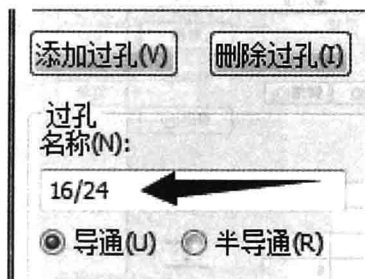
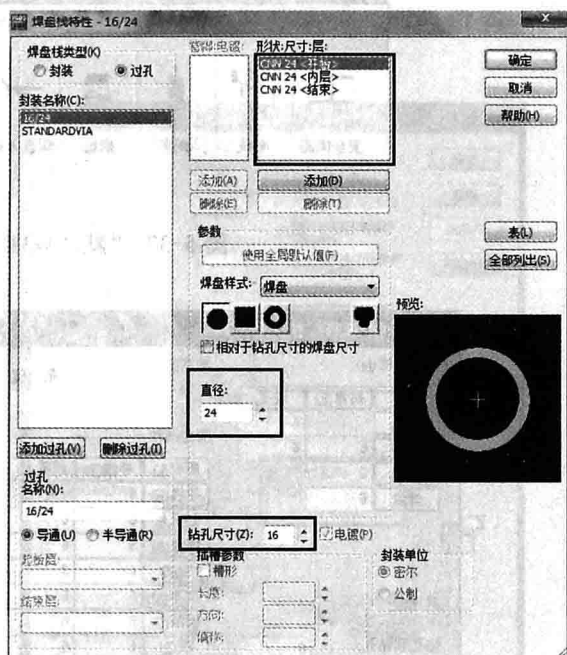

图 5-33 输入过孔名称
图 5-34 过孔相关设置
(3) 这里设置一个钻孔为 16mil, 孔径为 24mil 的过孔类型。单击【添加过孔】按钮, 在过孔“名称”文本框中输入“16/24”, 如图 5-33 所示。然后将“钻孔尺寸”、“直径”、“开始、内层、结束”按图 5-34 所示进行设置。